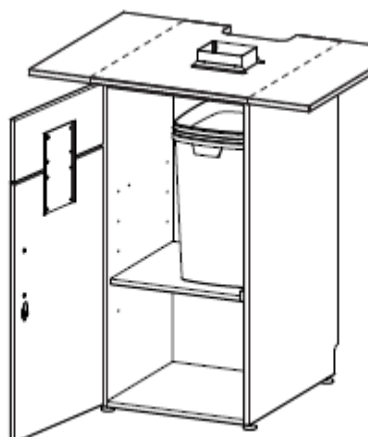

Рис. 20
3.10.3 Стол-основание со сливом остатков кофе (рис. 20)